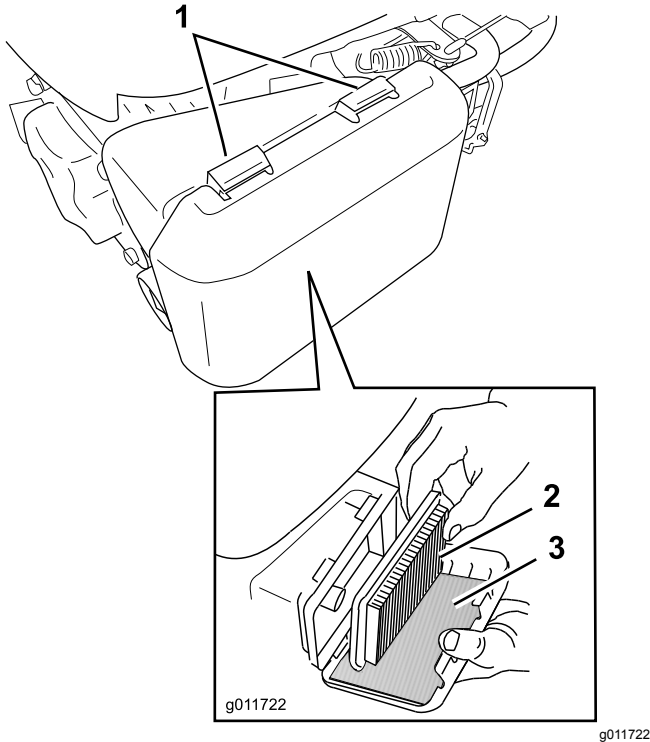

Bild 22
1. Drücken Sie die Verriegelungsnasen oben an der Luftfilterabdeckung nach unten (**Bild 22**).
3. Entfernen Sie den Papierfilter und den Schaumvorfilter (**Bild 22**).